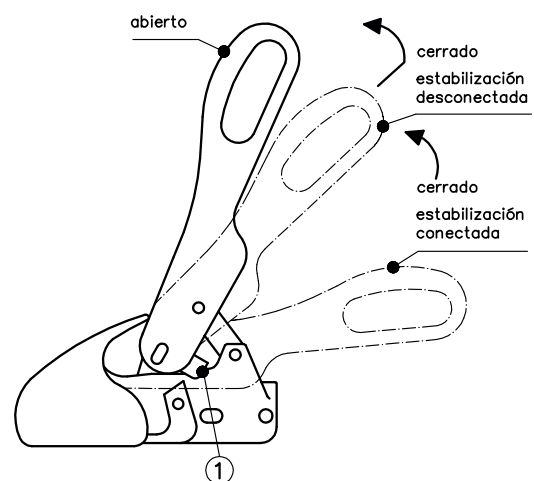

Figura 6: Desactivar estabilización
Tirar lentamente hacia arriba la palanca de mando, para desactivar la estabilización (Figura 6)
palanca de mando para desactivar la estabilización (Figura 6), tirar hacia atrás la palanca de mando y simultáneamente continuar levantando (Figura 6), de manera tal que las pletinas laterales de seguridad (1) se vuelquen sobre las superficies de seguridad y la palanca de mando pueda ser puesta en posición abierta. Con ayuda de una rueda de rodadura de la barra de tracción ahora se puede desacoplar el vehículo tractor.